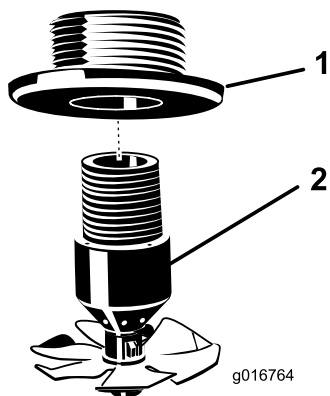

Figura 14
- Instale el conjunto de la boquilla de enjuague en el pasamuros (Figura 14).